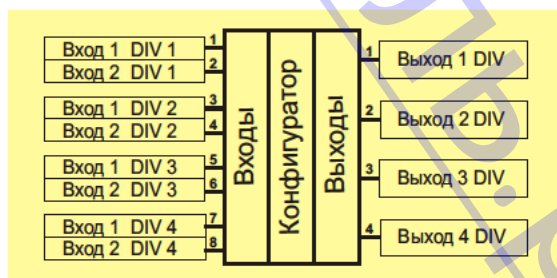

Рис. 47. Схематическое изображение блока "Деление"
9.2.11 Блок **Деление** имеет 8 входов и 4 выхода и является 4 х элементным, то есть содержит 4 независимых элемента, каждый из которых состоит из 2 ух входов и 1 го выхода (Рис. 47, 48). Таким образом, в схеме функция Деление может быть использована до 32 раз (8 блоков по 4 элемента).